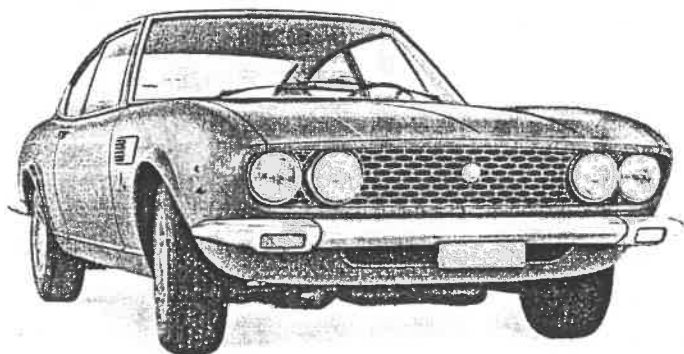

Abb. 140. - Frontansicht des Wagens.
- Vordere Stand- und Blinkleuchten: Befestigung auf dem vorderen Stossfänger (s. Abb. 140).